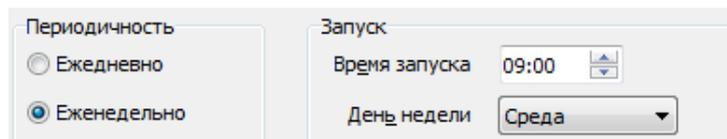

Рис. 3 Вкладка **Автоматический перенос данных в архив**, еженедельный перенос
- *Еженедельно*: в этом случае необходимо указать **Время запуска** и **День недели** переноса данных (Рис. 3);